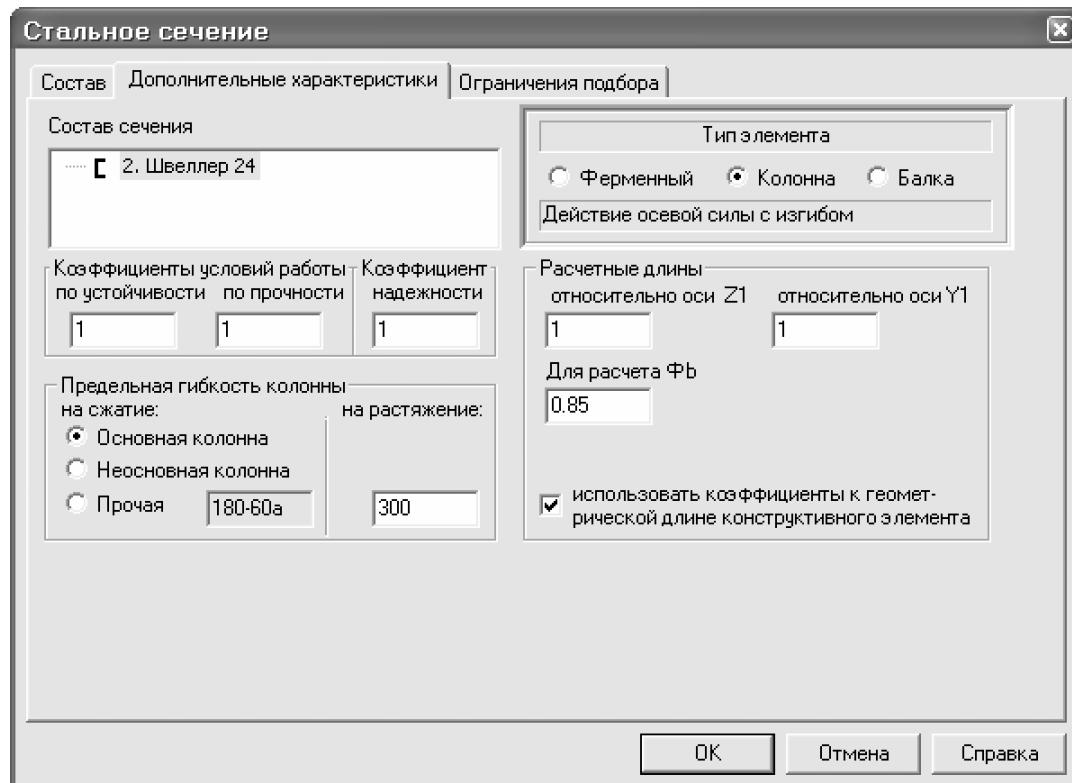

Рис.3.27. Диалоговое окно Стальное сечение
- После этого щелкните по закладке **Дополнительные характеристики** (рис.3.27) и активизируйте радио-кнопку **Колонна**.